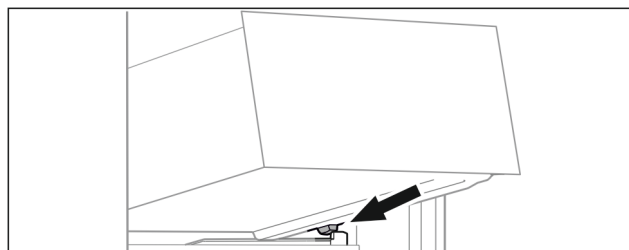

Fig. 113
- Nasad'te zásuvku šikmo za zarážky na žebrování na nádoby. (viz Fig. 113)